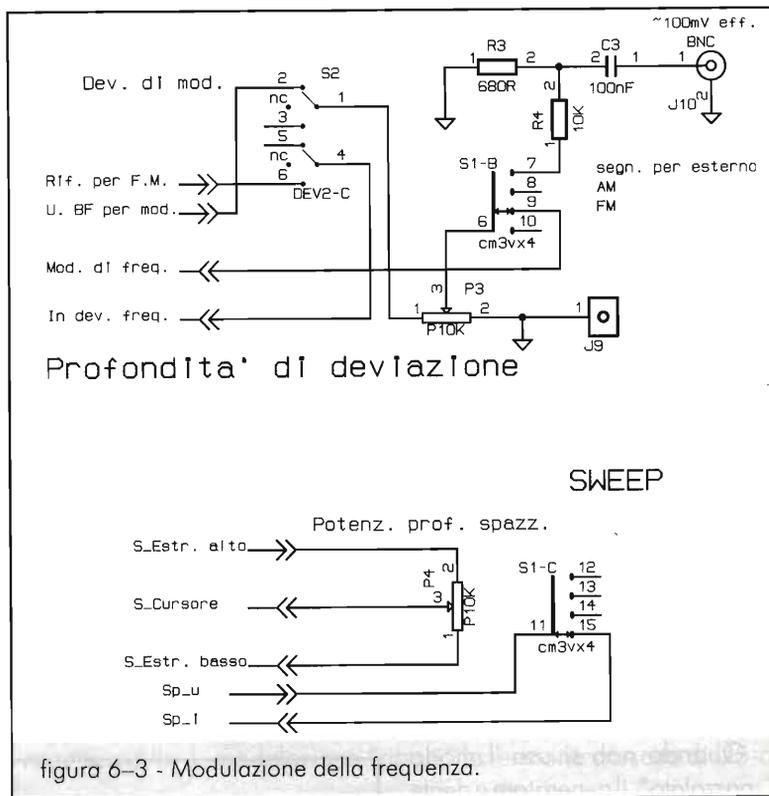

figura 6-3 - Modulazione della frequenza.
Non importa su quale frequenza o gamma ci troviamo. Modo operativo: modulazione di frequenza; commutatore S1 di figura 6-3 su FM.
- d Inseriamo in R37 la componente continua generata da Q3 (deviatore S2 di figura 6-3 su posizione inferiore a schema).
- Mettere S2 a pannello sulla "modulazione nulla": posizione centrale di schema a figura 6-3 e notare che la frequenza segnata al frequenzimetro sia quella voluta (es.: 10.7MHz)
Ogni valore inferiore lo otteniamo ruotando proporzionalmente il potenziometro di modulazione, P1 di figura 6-3, (es.: a fondo scala, potenziometro su "10" = 130kHz, col potenziometro P1 di figura 6-3 alla posizione "2" = 26kHz [  $0.2 \times 130 = 26$  ] .